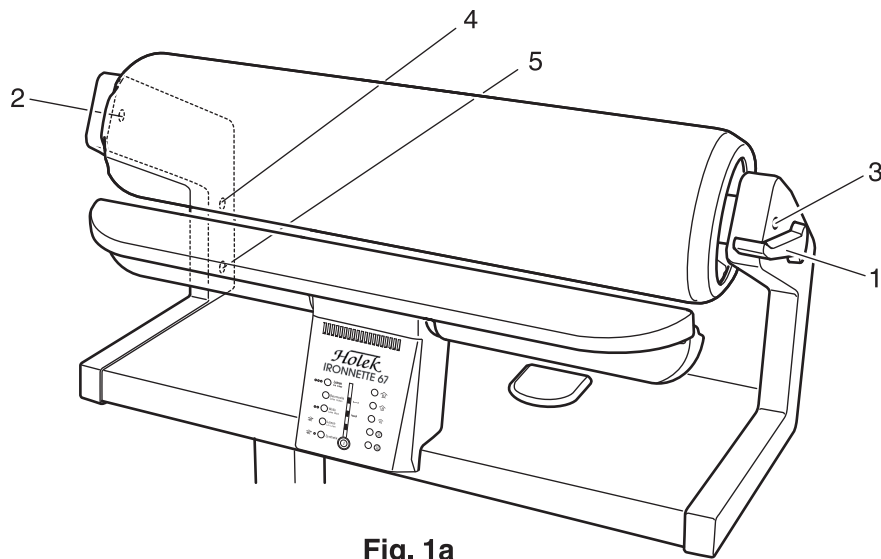

Fig. 1a
- Den Hebel 1 nach hinten umlegen, den Gewindestift im Hebel lösen und den Hebel abziehen (Fig. 1a).